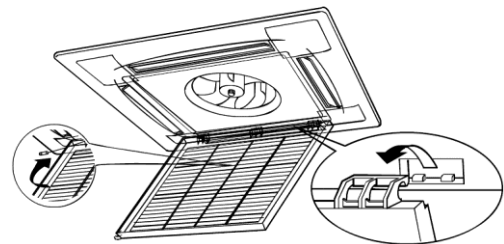

Fig. 9-2
2. Extraiga la rejilla del retorno de aire (junto con el filtro de aire, como se muestra en la fig. 9-2).